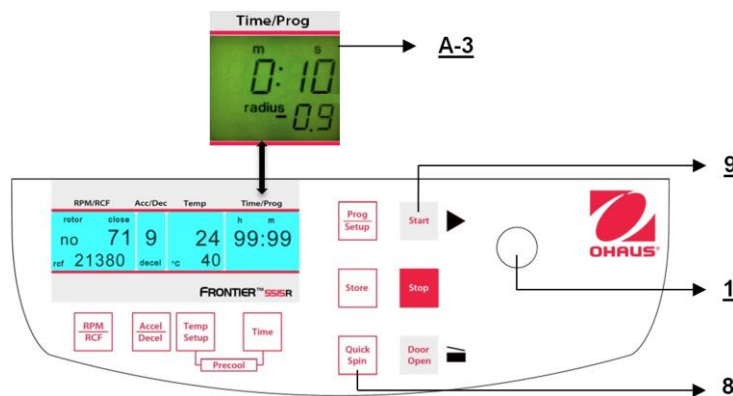

Figura 26
Puede arrancar la centrífuga ya sea con el botón **"Start"** (9) (vea la Figura 26) o con el botón **"Quick Spin"** (8).